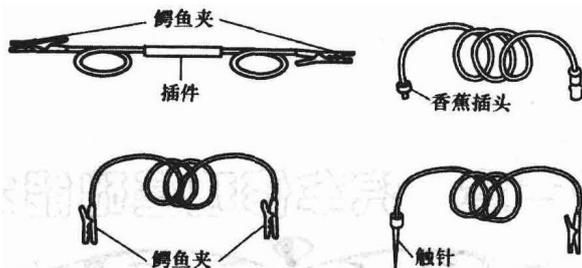

图 1-1 各种跨接线
(1) 如果一个被怀疑为开路或断路的电路,通过使导线“跨接”可以简单而有效地找出答案(见图 1-1)。
(2) 采用跨接线 是用已知的导体替代可疑的故障部位。如果采用跨接线时电路运行正常,这表明“跨接”范围内存在“断路”。